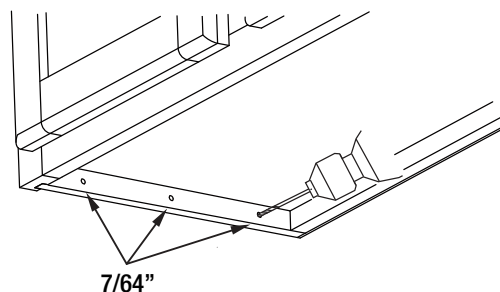

Fig. 19-2
- Coloque el soporte a un lado y taladre tres orificios de 7/64" en las ubicaciones marcadas como se muestra en la fig. 19-2.